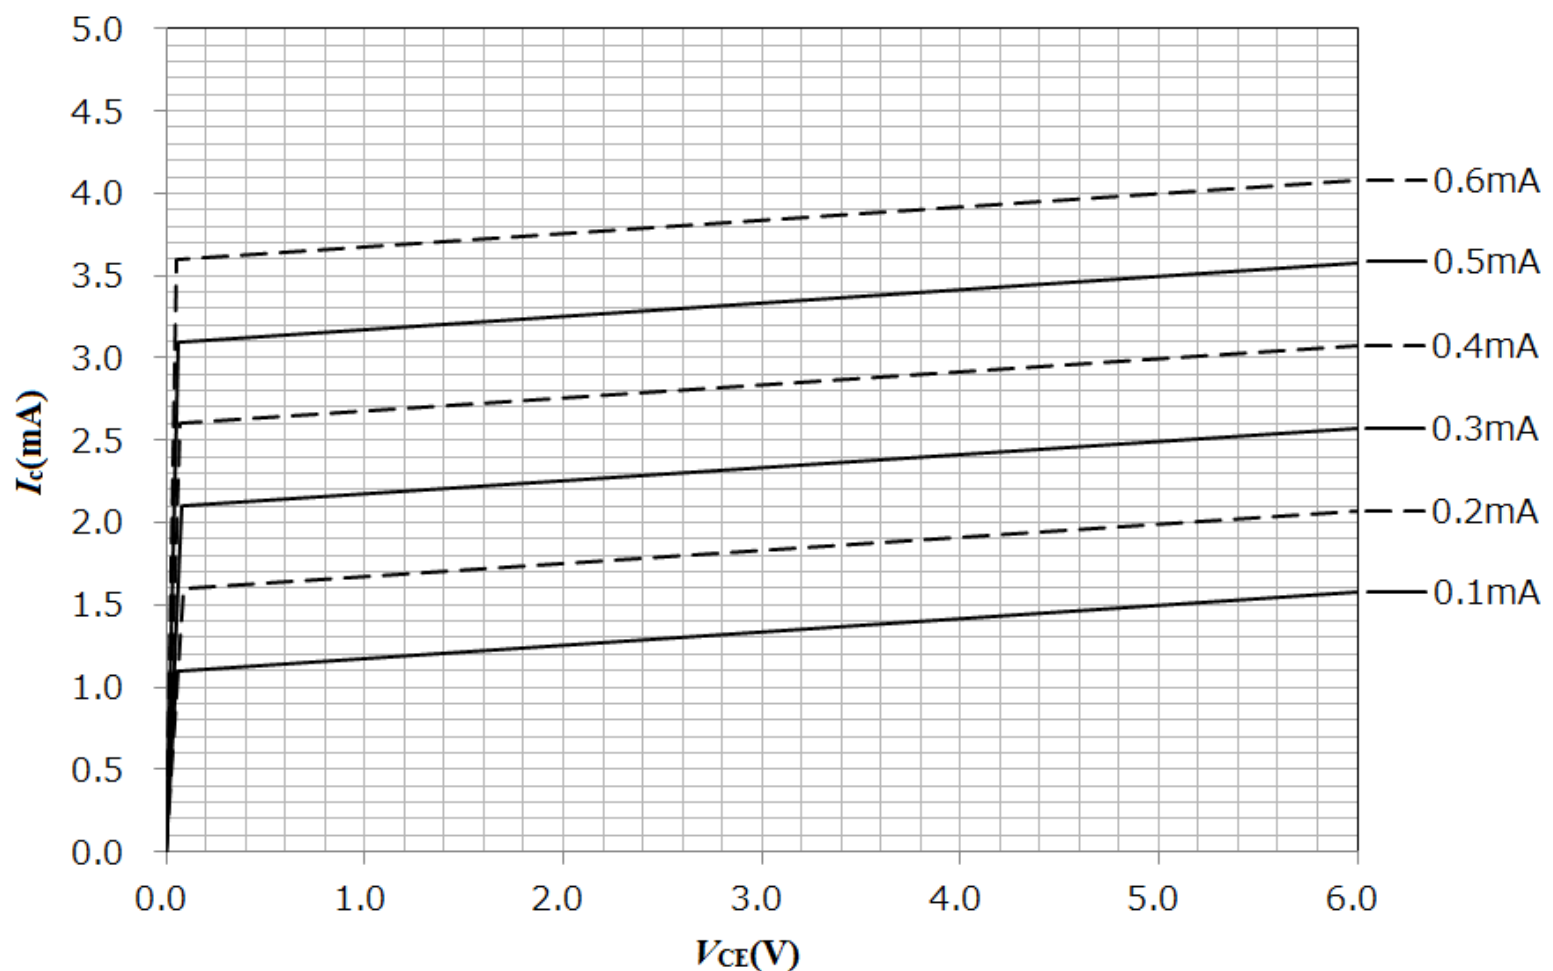

図2  $V_{CE} - I_C$  特性曲線図
- (2) 解答欄に記載しているトランジスタの  $V_{CE} - I_C$  特性曲線図 (図2と同じ図) 上に、負荷線を記入しなさい。
- (3) (2) で記入した負荷線をもとに、(1) で求めたベース電流  $I_B$  に対する動作点における、コレクタ電流  $I_{CQ}$  とコレクタ・エミッタ間電圧  $V_{CEQ}$  を求めなさい。
- (4)  $R_c$  の抵抗値を  $1.0\text{ k}\Omega$  から  $300\ \Omega$  に変更し、さらに  $R_c$  とトランジスタのコレクタ端子との間にLEDを挿入した。このLEDは、電圧  $1.44\text{ V}$ 、電流  $3.2\text{ mA}$  で点灯する。については、LEDを点灯させる  $R_b$  の抵抗値を求めなさい。また、必要に応じて、図2の  $V_{CE} - I_C$  特性曲線図を使用しなさい。
<p>(2)</p>	<p>(答え)</p> <p>図2 <math>V_{CE} - I_C</math> 特性曲線図</p>